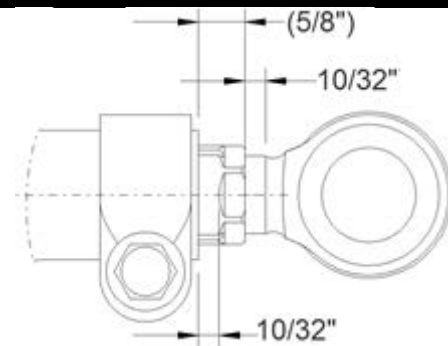

FIGURE 11
13. Ajuster le manchon aux valeurs de la FIGURE 11.